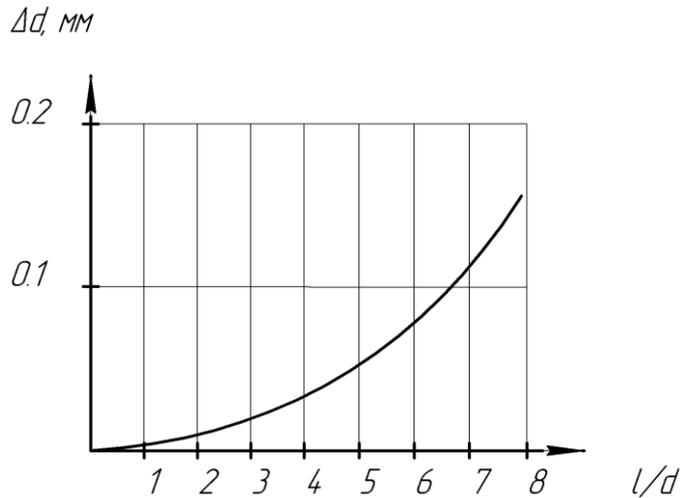

Рис. 4. Зависимость погрешности обработки от отношения l/d .
5.3. Построить график зависимости погрешности обработки диаметра Δd от отношения l/d (рис.4.)